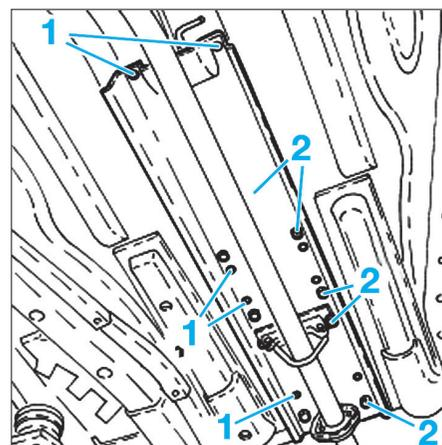

Fig. 7
- Percer les rivets (1), déposer les vis (2) puis décaler la tôle calorifuge (Fig.7).
- Percer les rivets, déposer les vis puis décaler la tôle calorifuge (Fig.7).